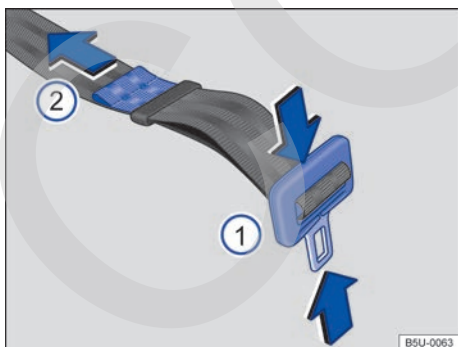

Fig. 13 Ajustar la banda del cinturón de seguridad subabdominal.
- Presionar la pestaña de encastre en el sentido de las flechas → **fig. 13 ①** y extender totalmente el cinturón de seguridad.
- ◀ – Apretar la pestaña de encastre contra el cierre del cinturón y tirar del extremo → **fig. 13 ②** en el sentido de la flecha, hasta alcanzar una holgura máxima de 5 cm (3 dedos) en la zona pélvica.